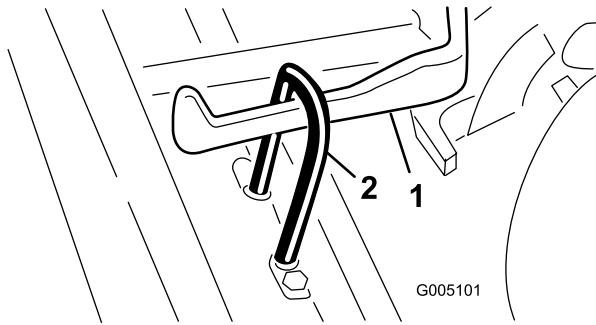

Bild 9
3. Schieben Sie das Mähwerk unter den Zugrahmen, während Sie den Hubbaken am Hubarm einhaken (Bild 9).